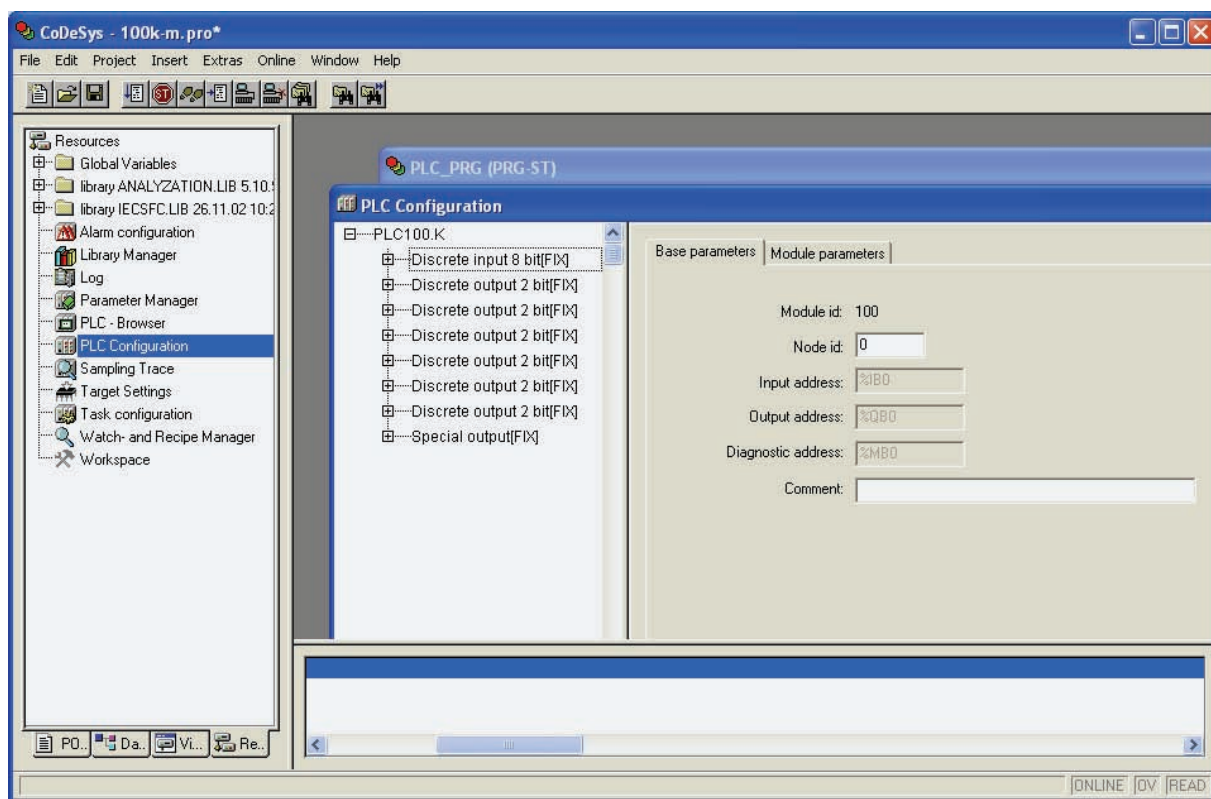
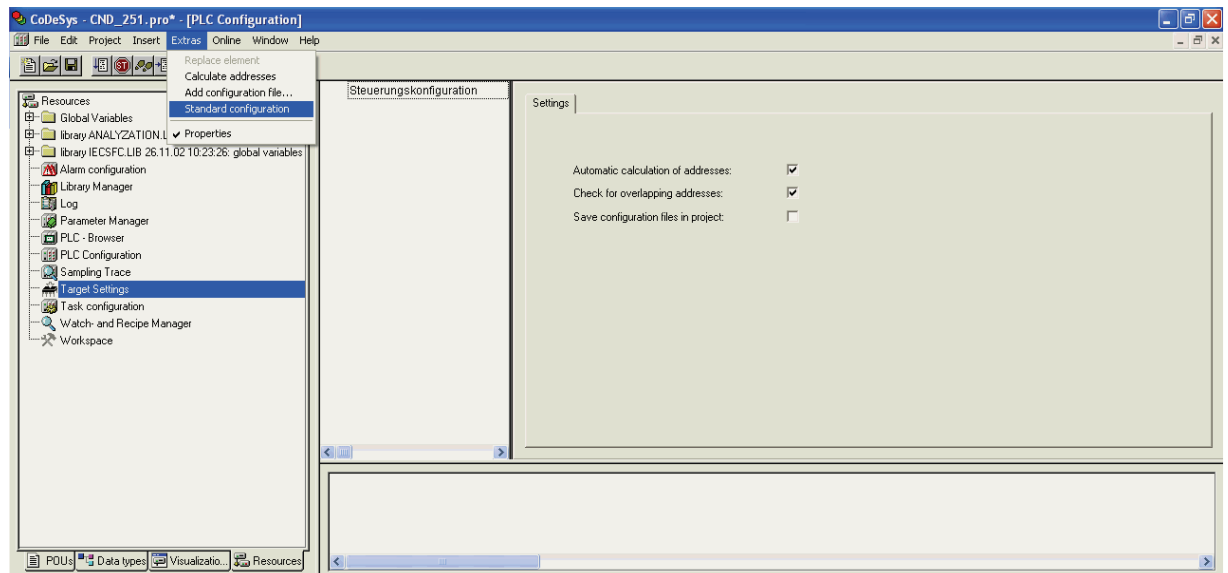

Рис. 1.1. Запуск Конфигуратора ПЛК
Рис. 1.2. Запуск стандартной Конфигурации
Утилита **PLC Configuration (Конфигуратор ПЛК)** доступна пользователю на вкладке ресурсов (**Resources**) Организатора объектов среды разработки **CoDeSys** (далее – **CoDeSys**) (см. рис. 1.1). Конфигуратор является редактором ресурсов ПЛК, относящихся к области ввода-вывода, через которую программа ПЛК осуществляет информационный обмен с внешней средой. В конфигурации присутствуют модули, отвечающие за структурирование областей ввода и/или вывода, каждый из которых может содержать вложенные подэлементы (субмодули и каналы). Для каналов могут быть назначены символические имена. Прямые МЭК адреса отображаются в конфигурации для каждого символического имени.
2. В работе пользователя при переходе от **Target file** иного производителя к **Target file** разработки ОВЕН в окне **PLC Configuration** возникает следующая ситуация: дерево Конфигурации отсутствует. Для создания стандартной Конфигурации пользователь вызывает в главном меню среды разработки опцию **Extras|Standard Configuration** (см. рис. 1.2.), в результате чего появляется экранная форма, аналогичная представленной на рис. 1.1.